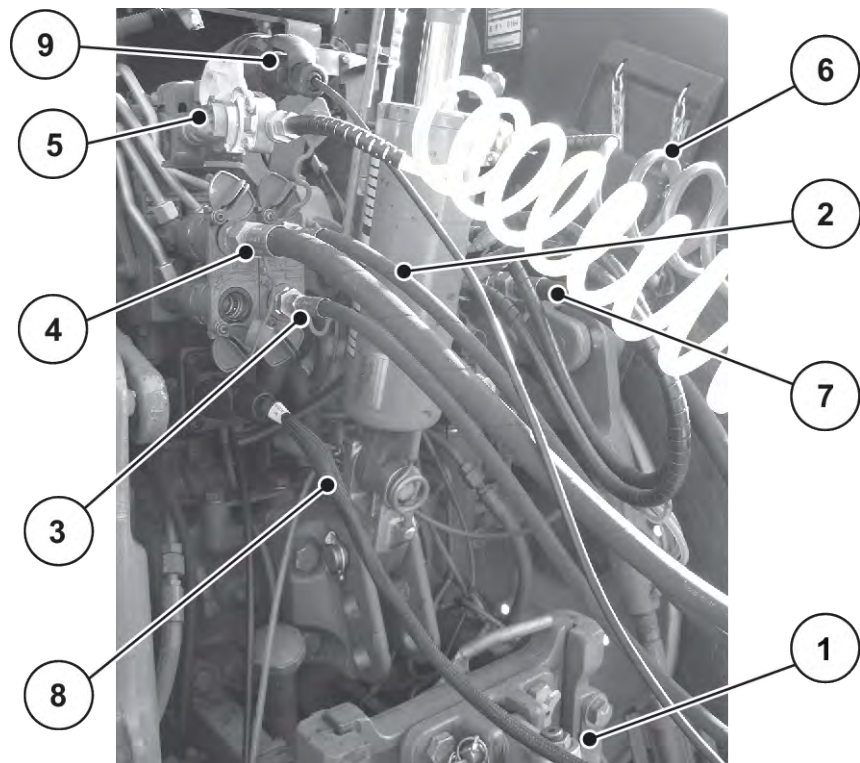

Abb. 26: Anschlussreihenfolge der Maschinenleitungen an Traktor
Siehe Abb. 26
- ▶ Beachten Sie die Anschlussreihenfolge: Siehe *Abb. 26 Anschlussreihenfolge der Maschinenleitungen an Traktor*
- ▷ Siehe *Abb. 26 Anschlussreihenfolge der Maschinenleitungen an Traktor*.